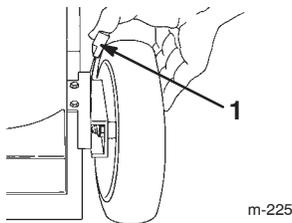

Bild 17
3. Stellen Sie alle vier Räder auf die 64 mm Schnitthöheneinstellung ein (Bild 17).
1. Ziehen Sie den Radhöhenstellhebel zum Rad (Bild 17) und schieben Sie ihn in die gewünschte Einstellung.